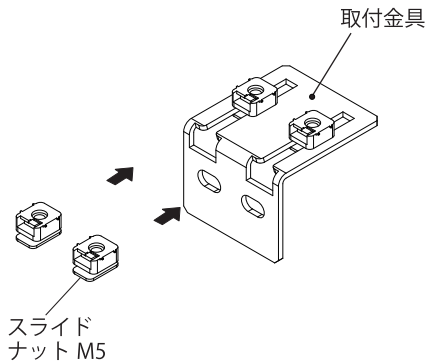

図 6
2. 取付金具にスライドナット M5 を挿入してください。(図 6)